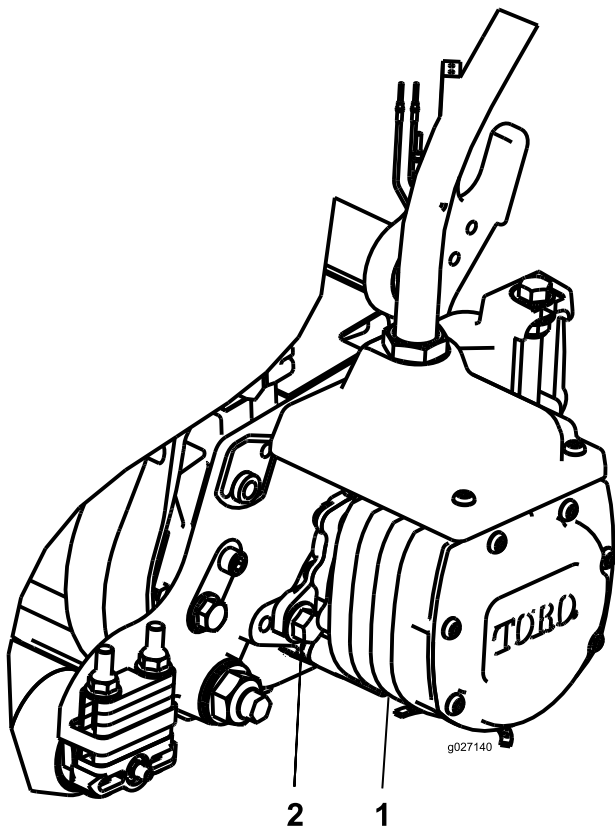

図 10
14. モータを手を持ち、右回りにひねってモータのフランジをボルトから逃がしながら、キャップスクリューにモータをセットする(図 10)。